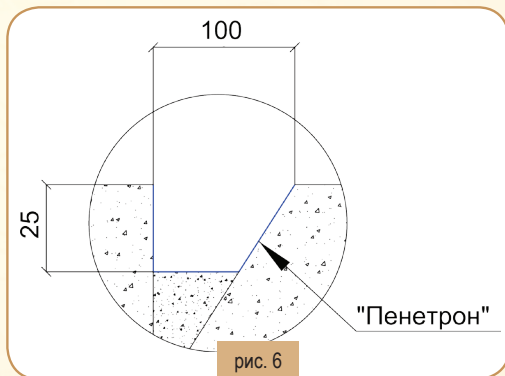

рис. 6
3. Нанести раствор материала «Пенетрон» в один слой кистью из синтетического волокна («макловица») (рис. 6).